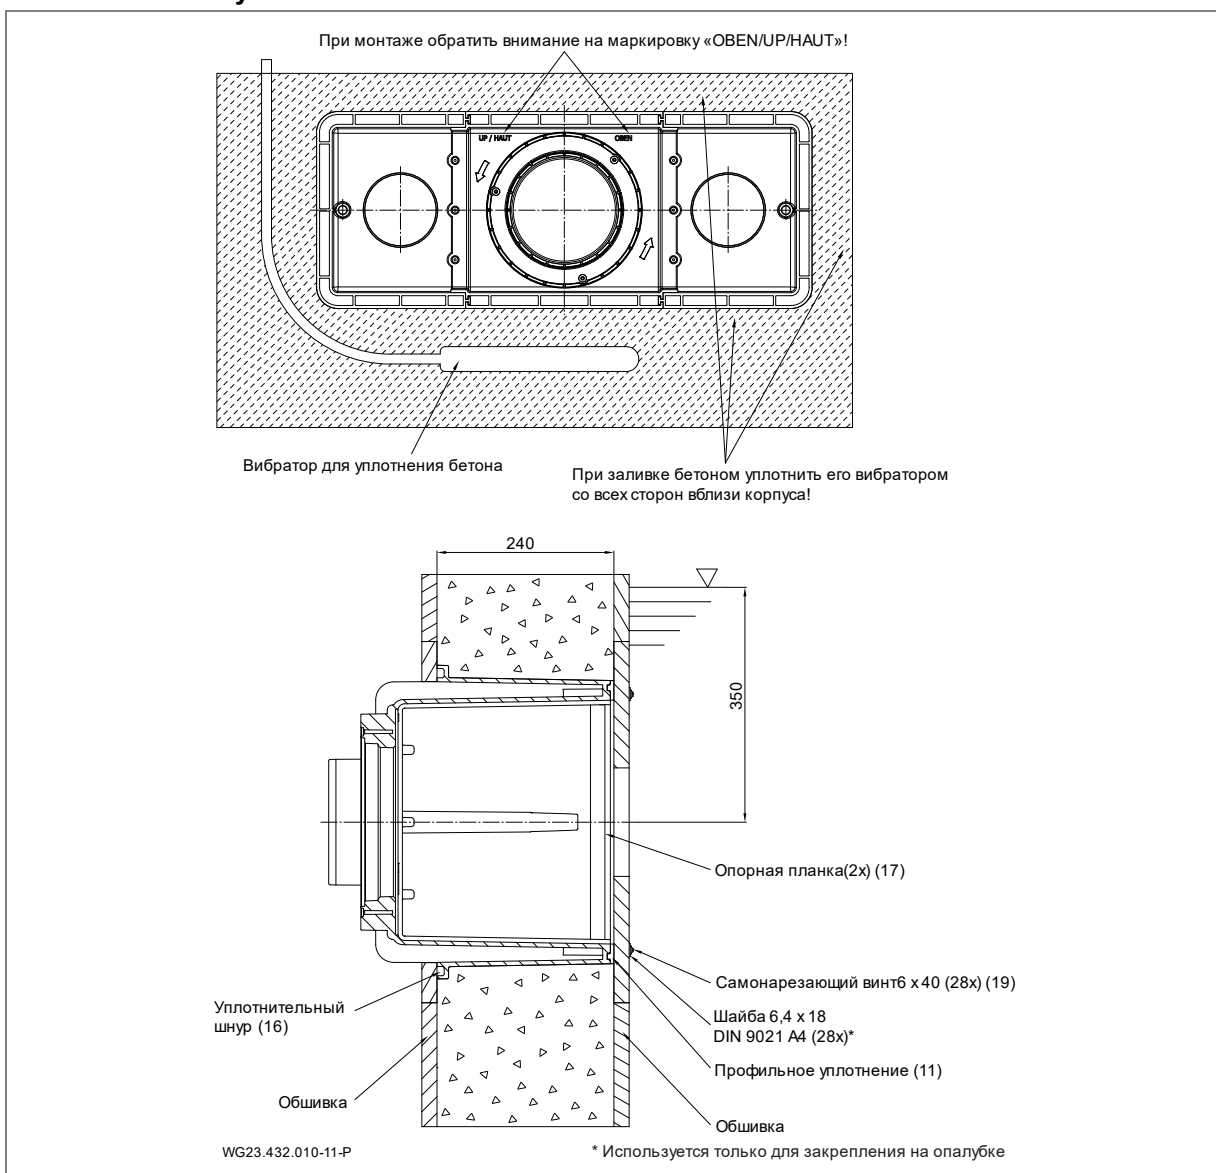

Рис. 6
Для герметизации бетонной стены рекомендуется создать сплошное кольцо из эпоксидной смолы/кварцевого песка на обращенной к стене бассейна внешней стороне корпуса (1). См. "Рис. 6" на стр. 15.